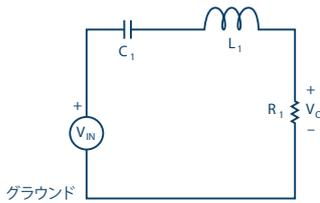

図4. 直列共振回路
- ▶ 5. 図4に示した直列共振回路を使って、実験を繰り返します。各部品値はLが20mH、C₁が0.01μF、R₁が1kΩとします。抵抗にかかる電圧V₀は、直列RLC回路を流れる電流の値に比例します。